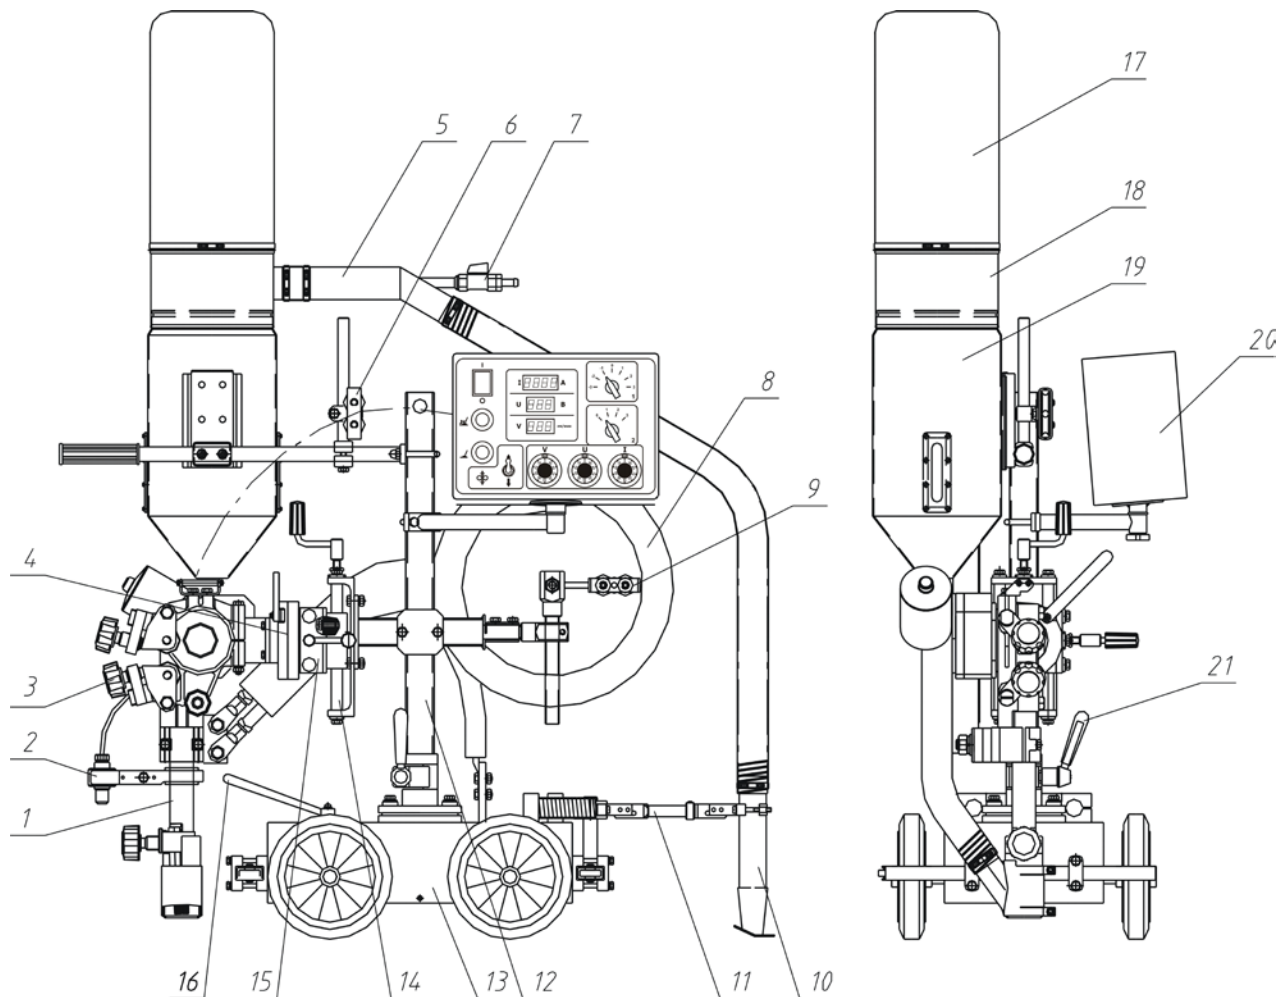
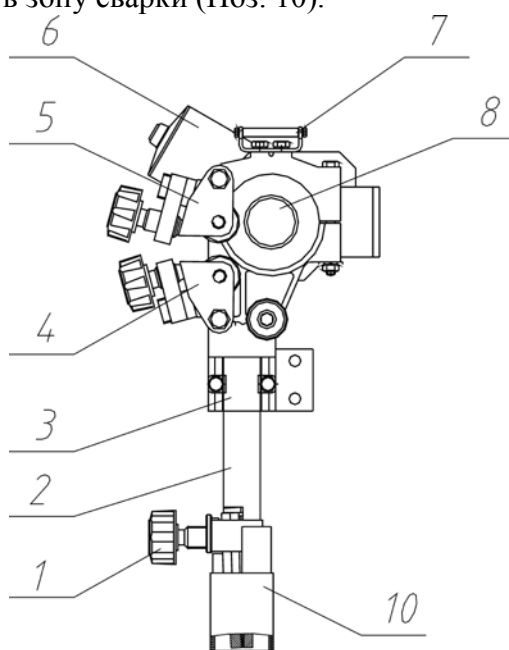
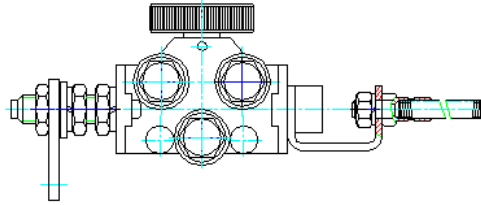
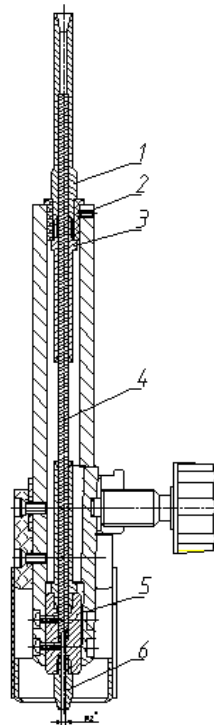

Рис. 1.
Рис. 2
Рис. 3
Рис.7
4.3. Сварочная головка (См. рисунок 2) обеспечивает подачу электродной проволоки и сварочного тока в зону сварки. Сварочная головка имеет:
4.3.2. Величина прогиба проволоки и усилие прижима проволоки к подающему ролику регулируется с помощью маховиков 3 (См. рисунок 1). На входе правильного устройства расположены направляющие ролики 7 (См. рисунок 2). Подача электродной проволоки вверх или вниз осуществляется механизмом подачи проволоки 6.
4.3.4. Для сварки электродной проволокой диаметром 2 мм вместо направляющих роликов 7 устанавливается устройство для рихтовки (см. рисунок 3), а вместо наконечника устанавливается компоновка для проволоки до 2 мм. В состав компоновки входят: направляющие трубки, канал, выходной наконечник с резьбой под наконечник M8E-Cu 2,0.
7.2.2. В зависимости от расположения сварного шва, горизонтальный суппорт 15 (См. рисунок 1) установить по оси вертикального суппорта или со смещением на расстояние 45 мм. Сварочную головку закрепить на стойке 12 (См. рисунок 1) с кронштейном 9 (См. рисунок 1) через вертикальный суппорт 14 в одном из двух положениях, со смещением от оси вверх или вниз на расстояние 45 мм.
7.2.4. Проверьте, что подающий ролик 8 (См. рисунок 2), контактный наконечник и направляющий ролик 7 или устройство рихтовки проволоки (См. рисунок 3) соответствует выбранному диаметру проволоки.
Используйте направляющую трубку 1 (См. рисунок 7), изоляционную втулку 2, направляющую трубку 3, выходной наконечник с резьбой 5 и контактный наконечник 6 для проволоки 2.0 мм предварительно установив канал 4 в зависимости от длины контактного устройства 2 (См. рисунок 2). Наконечник для проволоки диаметром 2.0 – наконечник М8Е-Сu 2.0. Установите ролик 8 (См. рисунок 2) для проволоки диаметром 2,0 и устройство для рихтовки проволоки (См. рисунок 3) вместо направляющих роликов 7 (См. рисунок 2).
7.2.5. Протяните проволоку через правильное устройство 4 (См. рисунок 1), а для одинарной проволоки диаметром 2,0 через устройство рихтовки проволоки (См. рисунок 3). Для проволок диаметром свыше 2 мм – выпрямите 0,5 м проволоки и подайте ее вручную через правильное устройство.
7.2.6. Установите конец проволоки в канавку подающего ролика 8 (См. рисунок 2) и подайте конец проволоки вниз так, чтобы она выходила из контактного наконечника.
Отрегулируйте давление прижимного ролика 5 (См. рисунок 2) при помощи упорного винта расположенного на откидной планке.
7.2.8. С помощью устройства рихтовки проволоки (См. рисунок 3) выправите правильным роликом проволоку диаметром 2,0 мм, а проволоку диаметром 3,0-5,0 мм выправите правильным роликом 4 (См. рисунок 2) при помощи упорного винта так, чтобы при выходе из контактного наконечника она была прямой.